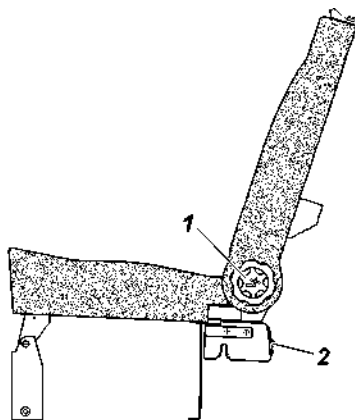

Рис. 3.12. Заднее трехместное сиденье:
- вращением ручек 1 (рис.3.12) наклоните спинки заднего трехместного сиденья назад до упора;
- вращением ручек 1 (рис.3.12) наклоните спинки заднего сиденья вперед до упора;
-расфиксируйте замки заднего сиденья ручками замка 2 (рис. 3.12);